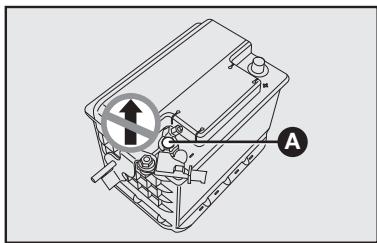

fig. 28
**NÃO** remover o sensor IBS (Sensor inteligente da bateria) do polo negativo da bateria A-fig. 28, pois o sistema Start&Stop poderá ficar inoperante.